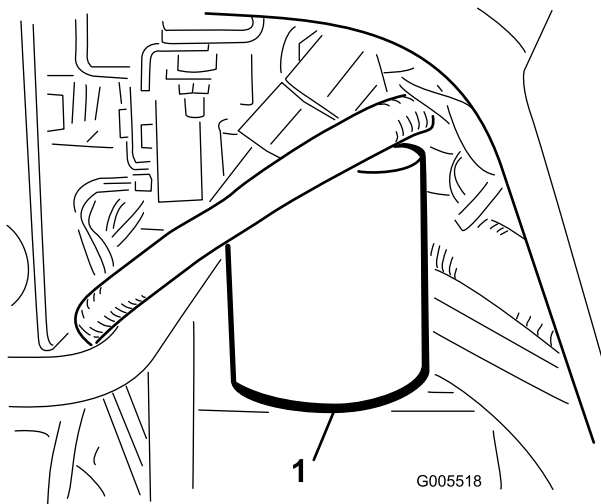

Figura 56
1. Limpe a zona em torno da montagem do filtro (Figura 56). Coloque um recipiente de escoamento debaixo do filtro e retire o filtro.